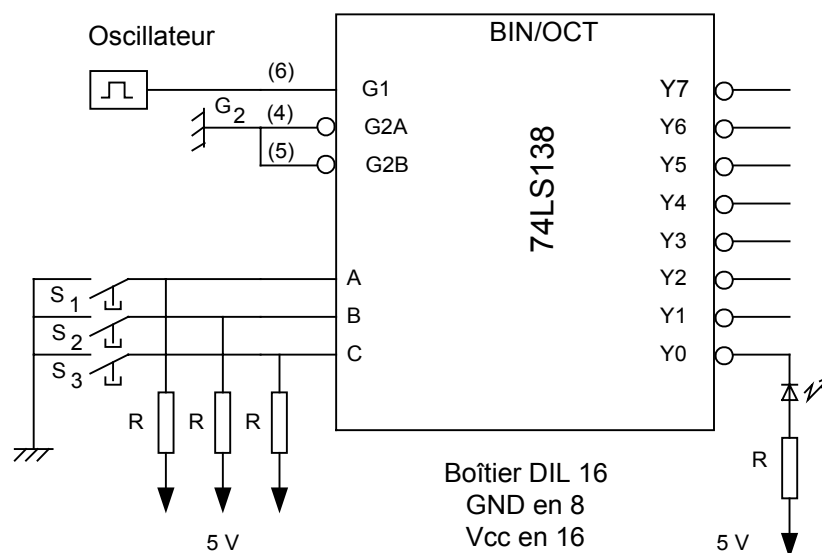

Figure 4
- Monter le circuit de la figure précédente (fig4).